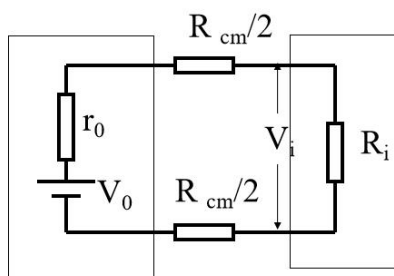

图 2 变送器与调节器连接原理图
2、图 2 为变送器与调节器连接原理图，设 $R_0=250\ \Omega$ ， $R_{CM}=2\ \Omega$ ， $R_i=10M\ \Omega$ ，试计算电压传输误差。